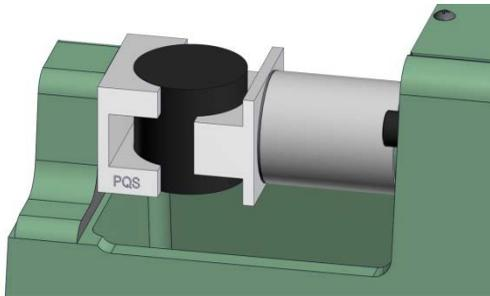

Abbildung 5.3.4
4. Nachdem die Probe bricht, wird der rote Druckanzeigestift des Druckmessgeräts die maximale Spaltfestigkeit (σ_D in N/cm^2) anzeigen. Nehmen Sie die Probe aus der Universalsandfestigkeitsmaschine. Der maximal angezeigte Wert geteilt durch zwei auf der Außenskala ist die Scherfestigkeit (σ_S in N/cm^2). Siehe nachfolgende Abbildung 5.3.4. bezüglich des Testverfahrens.